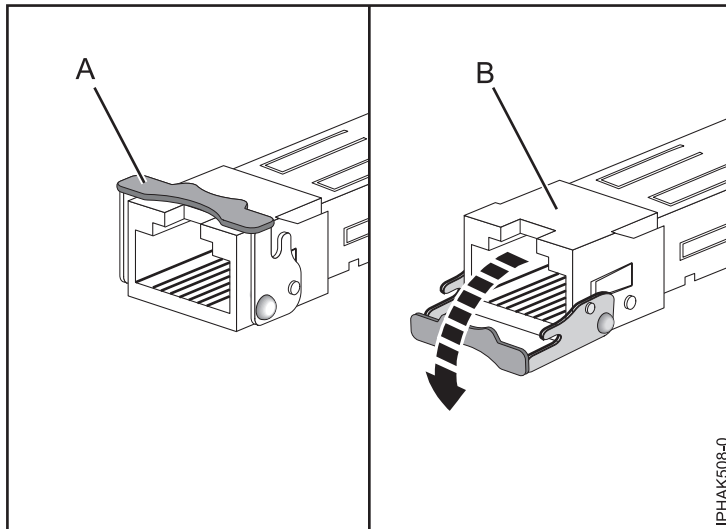

Abbildung 32. Ausbauen von SFP-Transceivern aus Adaptern
Anmerkung: Bei einigen Ethernet- oder Fibre-Channel-Adaptern müssen, damit der Haltesteg ausgebaut werden kann, zuerst die SFP-Transceiver (Small Form-Factor Pluggable Transceiver) entfernt werden. Legen Sie dazu die Karte flach auf eine ebene, antistatische Oberfläche und öffnen Sie die Verriegelung (A), indem Sie sie von der Karte weg nach unten drehen (siehe Abb. 32 auf Seite 41). Schieben Sie den Transceiver (B) aus dem Adapter. Wiederholen Sie diesen Vorgang für den anderen Transceiver.
Anmerkung: Bei einigen Ethernet- oder Fibre-Channel-Adaptern müssen, damit der Haltesteg ausgebaut werden kann, zuerst die SFP-Transceiver (Small Form-Factor Pluggable Transceiver) entfernt werden. Legen Sie dazu die Karte flach auf eine ebene, antistatische Oberfläche und öffnen Sie die Verriegelung **(A)**, indem Sie sie von der Karte weg nach unten drehen (siehe Abb. 32 auf Seite 41). Schieben Sie den Transceiver **(B)** aus dem Adapter. Wiederholen Sie diesen Vorgang für den anderen Transceiver.